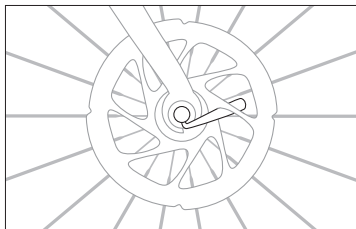

Figure 1.7 : un levier de système à blocage rapide mal positionné peut gêner les freins.
- Si la roue est fixée à l'aide d'un dispositif à blocage rapide, confirmer que le levier est bien fermé et placé en bonne position (aligné sur la base ou la fourche avant) et qu'il ne gêne pas les rayons ou le frein à disque quand la roue tourne (Figure 1.7).